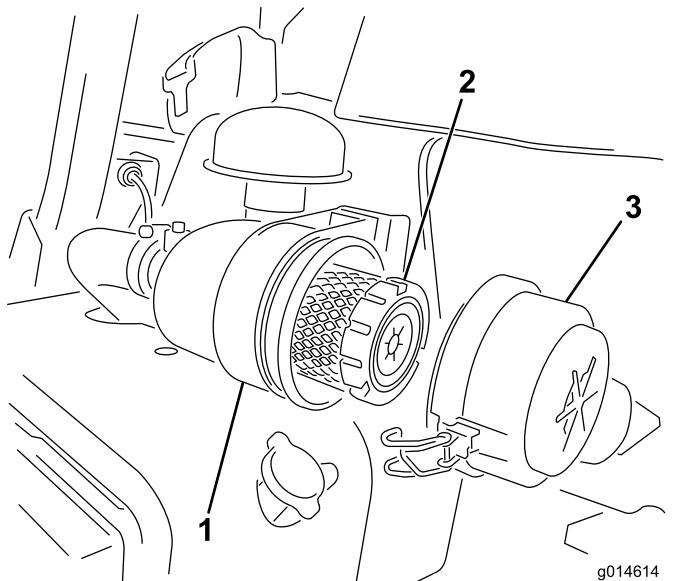

Figure 42
1. Desserrez les fixations qui maintiennent le couvercle sur le boîtier du filtre à air (Figure 42).
6. Fermez les verrous (Figure 42).